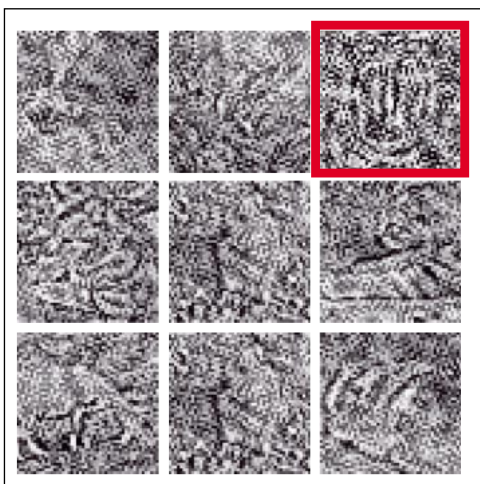

図 3
①認証システムは、認証画面にいろいろな不鮮明化画像をたくさん表示します。その中に、1枚だけ正規ユーザが登録した不鮮明化画像が紛れています（図3）。
②正規ユーザは、自分の登録した不鮮明化画像を選択します。正しく画像を選択できた場合に認証OKとなります。